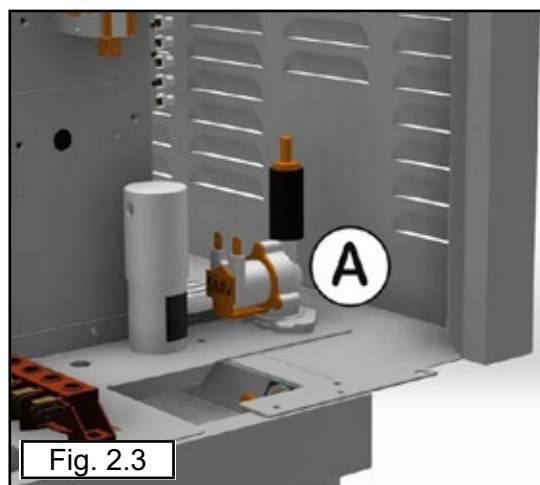

Fig. 2.3
Nei modelli Convection + Humidification e Combi Direct, l'elettrovalvola (A) alimenta il sistema di generazione del vapore nella modalità Misto (Fig. 2.3).